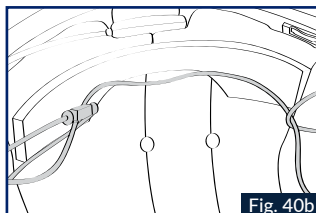

Fig. 40b
11. Schließen Sie die Lautsprecher (zweipoliger schwarzer Stecker) und das Bedienfeld an. Führen Sie dann das Kabel des rechten Lautsprechers durch (Abb. 40b).